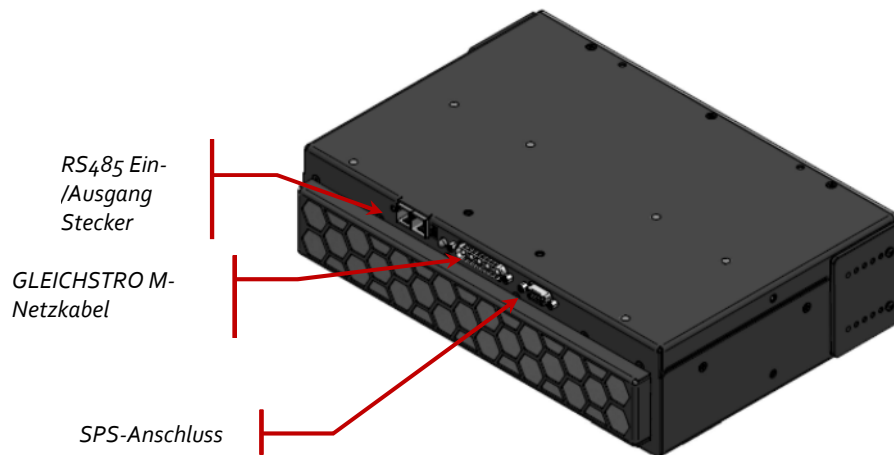

Abbildung 1 Anschlüsse UV-LED-Kopf
3. Befestigen Sie den Stecker des Netzkabels an der Stromversorgung und schließen Sie die Muffe des Netzkabels am UV-LED-Kopf an, wie in Abbildung 1 - AC8300P-HD gezeigt.
6. Stecken Sie den Stecker des SPS-Kabels in den UV-LED-Kopf (siehe Abbildung 1).